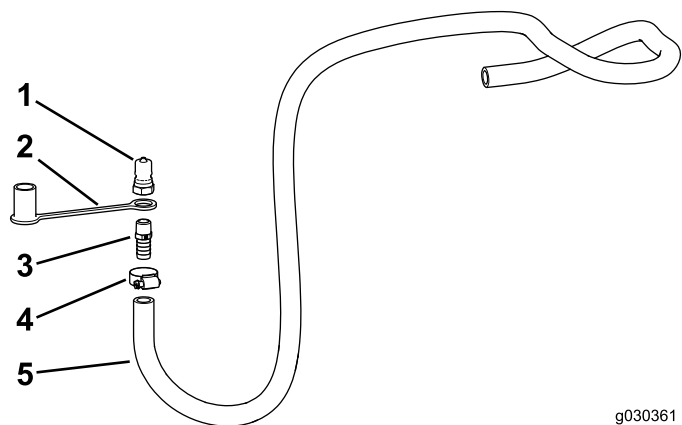

Figura 28
2. Enrosque a união reta ($\frac{3}{8}$ NPT x 5/8 estriada) no acoplador macho (Figura 28).
4. Deslize o bujão de resguardo por cima da extremidade estriada do conjunto (Figura 28).